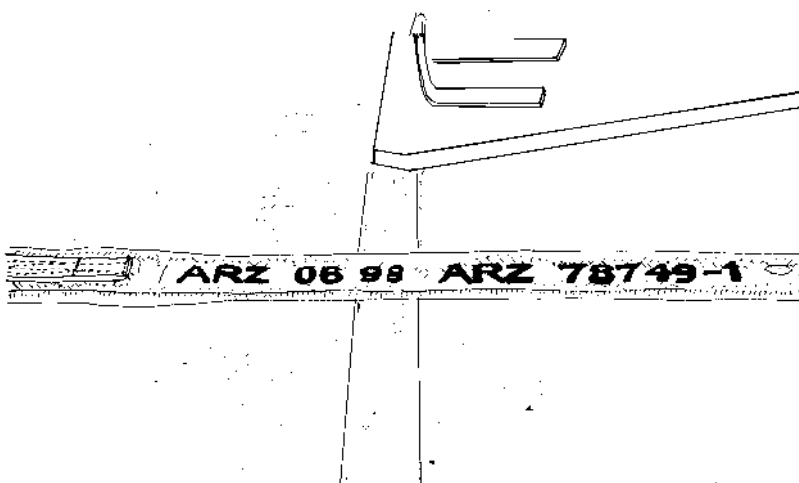

Fig. 4.14 - Contrôle du millésime
- effectuer par contrôle visuel la présence du millésime (fig. 4.14) et procéder à l'échange de la sangle si nécessaire.